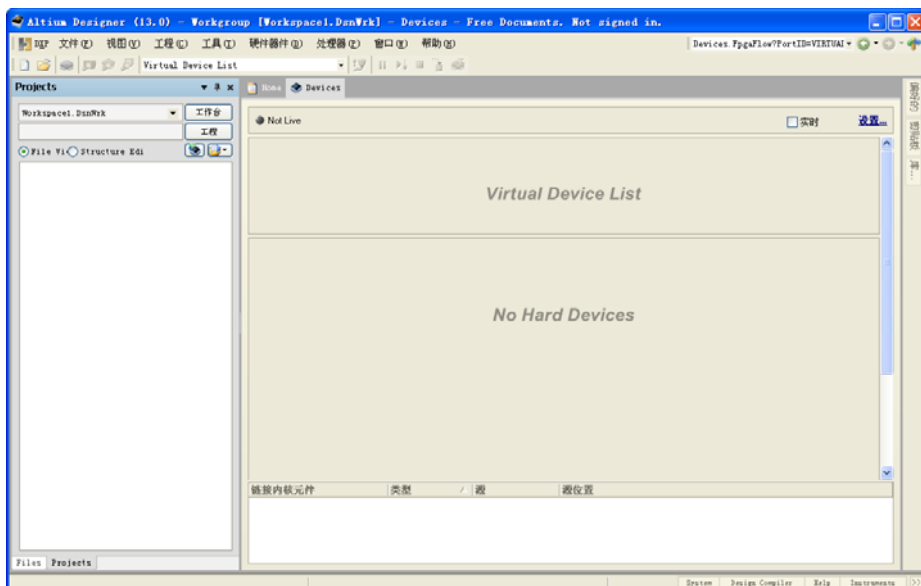
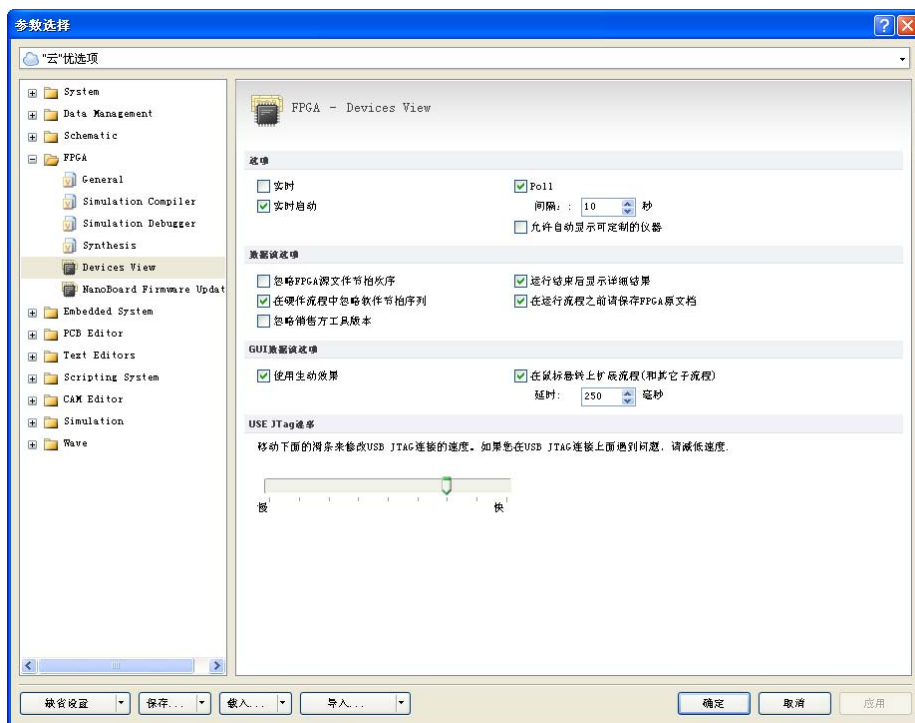

图 1-3 “Device”选项卡
图 1-4 “参数选择”对话框“FPGA Devices View”选项卡
- “连接的器件”命令：单击该命令在主界面右侧弹出如图 1-3 所示的“Device”选项卡，在选项卡中显示要连接的器件。单击右上角“设置”按钮，弹出“参数选择”对话框，自动打开“FPGA Device View”选项卡，如图 1-4 所示。